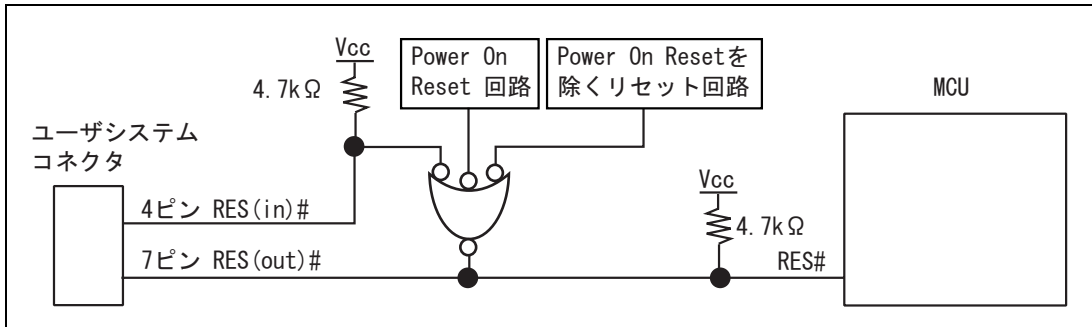

図 1.6 RES#端子の結線
3. ユーザシステムコネクタの4ピンのRES(in)#端子はE10A-USBエミュレータがMCUに対して出力する信号線です。ユーザ論理のリセット回路と4ピンのRES(in)#端子を図1.6のようにして、MCUのRES#端子に結線してください。また、ユーザシステムコネクタの7ピンのRES(out)#端子はE10A-USBエミュレータがMCUのRES#端子をモニタする信号線です。プルアップの上、ユーザシステムコネクタの7ピンに結線してください。